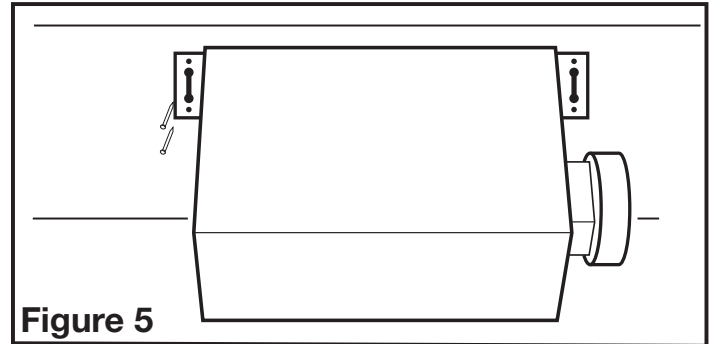
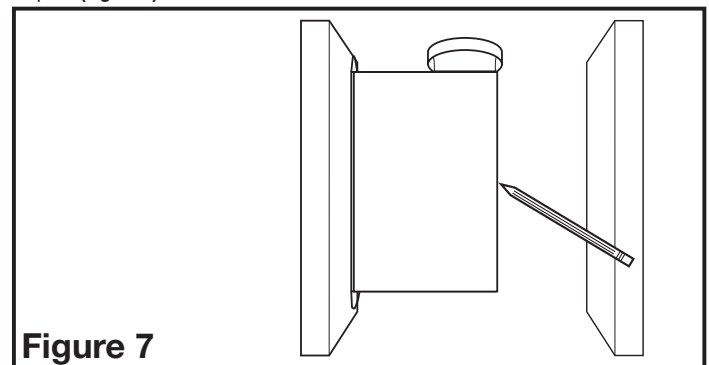

Figure 5
Figure 7
- Installation des Onglets de montage :** Aligner le châssis pour qu'il soit à effleurement avec le plafond fini. Positionner le ventilateur pour que les onglets reposent à plat contre la solive et fixer en place à l'aide de quatre (4) clous (non-compris) pour assurer une bonne installation (Figure 5).
- Installation des onglets de montage :** Positionner le châssis contre la solive et tracer un contour du châssis sur le matériau du plafond (Figure 7). Mettre le châssis de côté et découper l'ouverture, en prenant soin de ne pas couper de câble électrique dissimulé ou autre utilité. Placer le châssis près de la solive et vous assurer qu'il soit à effleurement avec le plafond fini. Fixer avec quatre (4) clous (non-comprisés) pour assurer une installation adéquate (Figure 5).